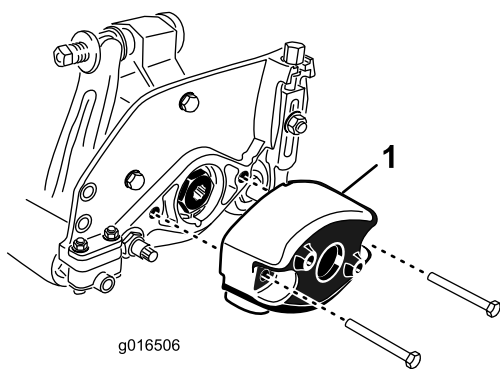

Figure 7
1. Retirez les 2 vis qui fixent le contrepoids à l'extrémité droite du plateau de coupe. Déposez le contrepoids (Figure 7).